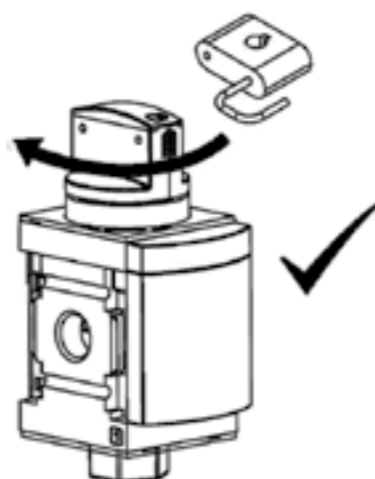

Рис. 4
- Не пытайтесь регулировать давление или поворачивать рукоятку в положении фиксации или с установленным висячим замком, во избежание повреждения рукоятки и внутренних устройств арматуры. Поворачивайте рукоятку только после удаления навесного замка (рис. 4).